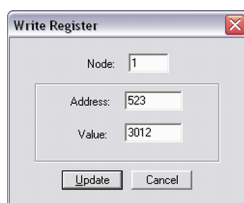

Abb. 334: „Write Register“ - Quittierungsalarmmeldung
- ⇒ Abb. 334 zeigt, wie die Parameter-ID des Alarms, der quittiert werden soll, mit der ModScan32-Software geschrieben werden kann.